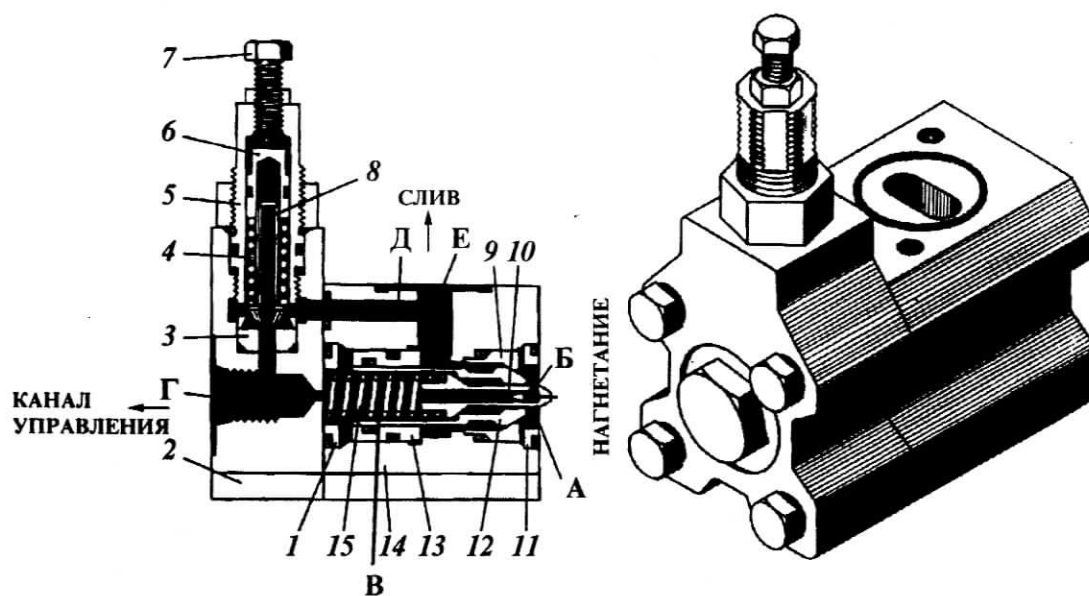

Рис.96 - Напорный гидроклапан КН50.12,5.
3.5.1.3 Напорный гидроклапан (рис.96) предназначен для ограничения давления в потоке рабочей жидкости и разгрузки гидросистемы в холостом режиме (непрерывного слива рабочей жидкости при минимальном давлении в гидросистеме).